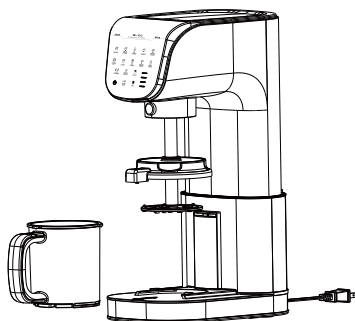
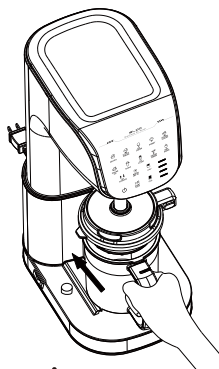
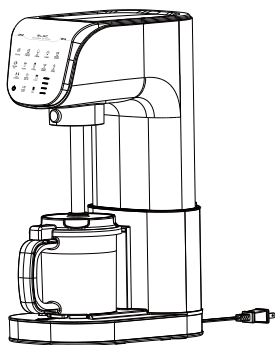

Figure 3
Figure 4
Figure 5
- Pour installer le conteneur et le couvercle, alignez le conteneur sur les fentes de la base et poussez-le jusqu'à ce que vous entendiez un déclic (voir figure 3). Ensuite, appuyez sur le couvercle pour couvrir le conteneur (voir figure 4) et assurez-vous qu'il est bien en place. Enfin, tournez le couvercle vers la gauche jusqu'à ce que vous entendiez un déclic (voir figure 5).